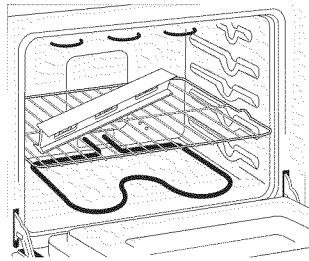

Figura 9
- Instale una rejilla al centro del horno superior (vea la Figura 9).